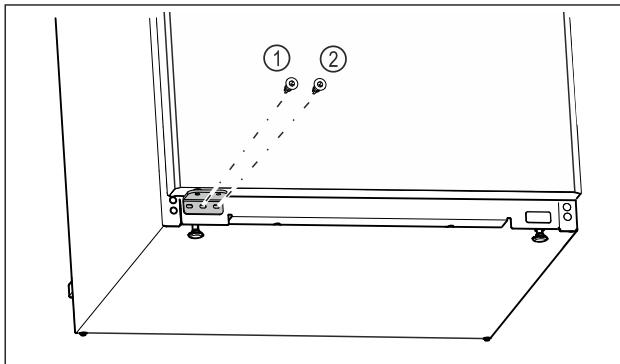

Fig. 26
- Sredinski vijak ležajnega podstavka Fig. 26 (1) trdno privijte z izvijačem Torx 20.
► Notranji vijak ležajnega podstavka Fig. 26 (2) trdno privijte z izvijačem Torx 20.